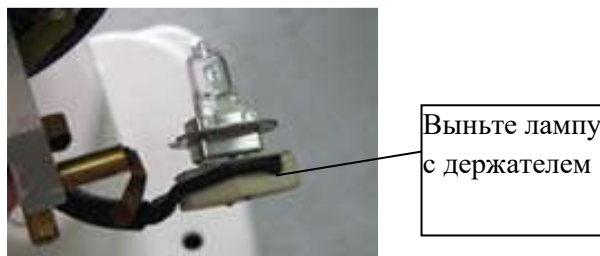
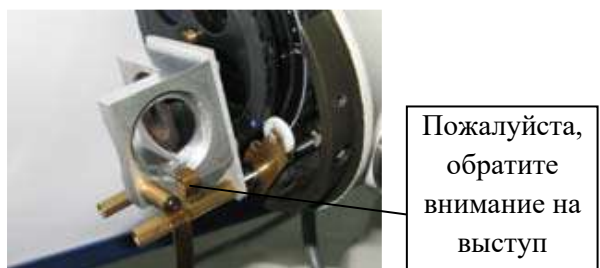

Рис. 4.3.4
Рис. 4.3.5
4. Установите обратно держатель с лампой. Проточка на держателе лампы (Рис. 4.3.4) должна совпасть с выступом (Рис. 4.3.5). Закрепите держатель поворотом пружины, установите колпак лампы и зафиксируйте его винтами.